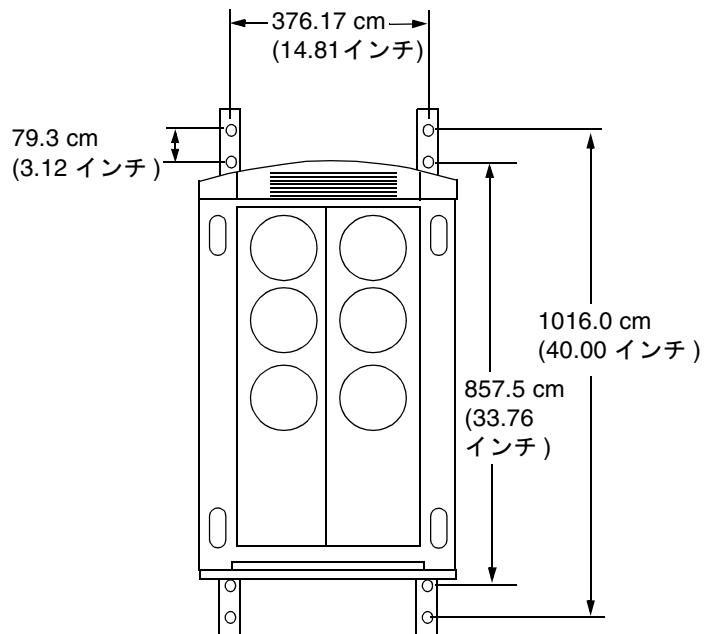

図 3-7 Sun Fire キャビネットの留め具の寸法
**注** – 設置場所はそれぞれ異なるため、留め具を床に固定するボルトは、場所に応じたものを使用してください。ボルトの穴は、平ワッシャーを使用して  $3/8$  インチまたは  $10\text{ mm}$  のボルトを通すための十分な大きさがあります。留め具の寸法については、図 3-7 を参照してください。